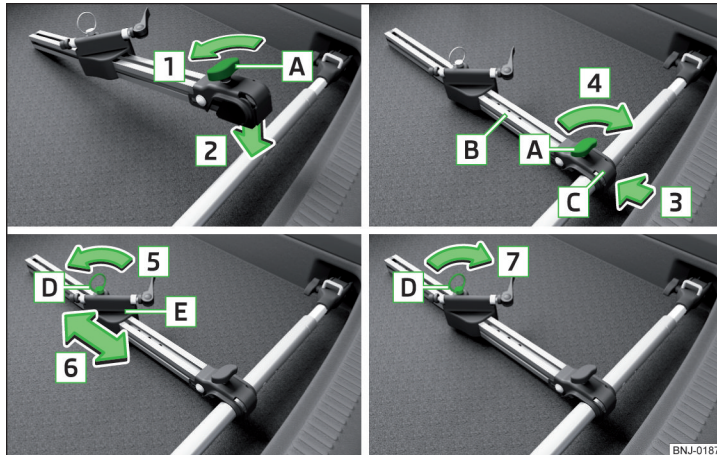

Fig. 120 Montarea suportului pentru bicicletă
- ▶ Pentru **montare**, slăbiți șurubul **A** de la suportul pentru biciclete (denumit în continuare numai suport) în sensul săgeții **1** » fig. 120.
- ▶ Dacă doriți să transportați două biciclete, atunci desfaceți șurubul **A** » fig. 120 la pagina 91 de pe suport și deplasați suportul împreună cu bicicleta fixată spre stânga.
- ▶ Strângeți șurubul **A** » fig. 120 la pagina 91 de pe suport.
- ▶ Dacă este necesar, adaptați poziția părții culisabile **E** » fig. 120 la pagina 91.